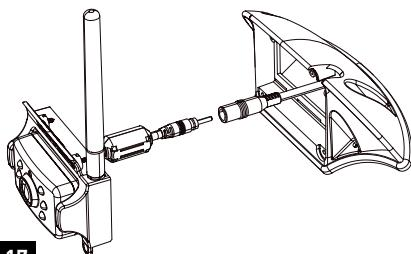

Fig. 17
- Branchez le câble d'alimentation de la caméra au câble de la caméra. [Fig. 17]